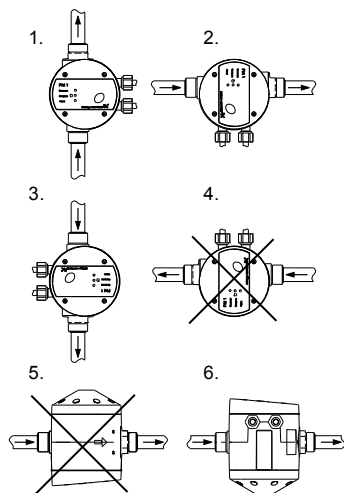

Рис. 4 Положение при монтаже
**Для предотвращения попадания воды в блоки автоматики не следует устанавливать их так, чтобы кабельные подключения направлялись вверх (см. рис. 4).**